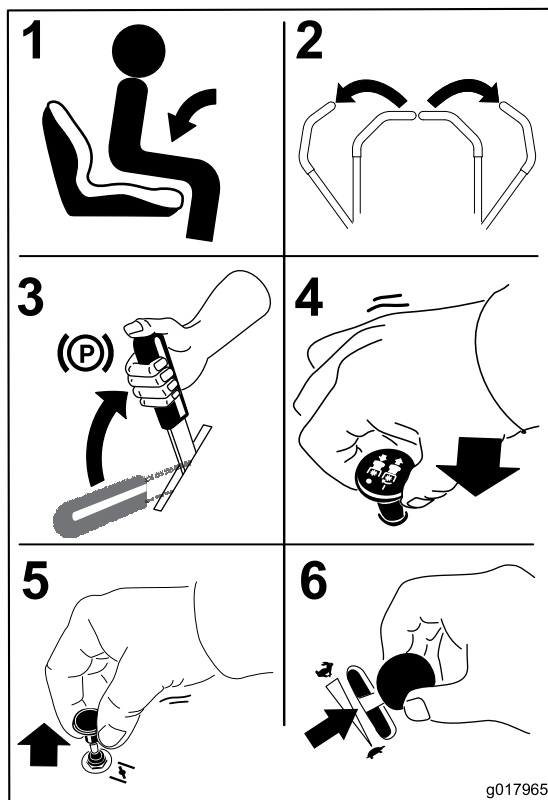

Figura 19
1. Siéntese en el asiento (Figura 19) y abroche el cinturón de seguridad.
2. Mueva los controles de movimiento hacia fuera a la posición de bloqueo/punto muerto (Figura 19).
3. Ponga el freno de estacionamiento (Figura 19); consulte Aplicación del freno de estacionamiento.
4. Mueva el mando de control de las cuchillas a la posición de Desconectado (Figura 19).